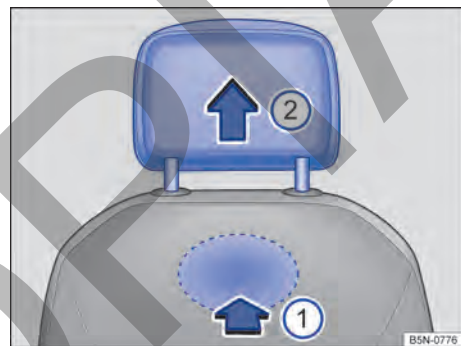

Fig. 79 Apoyacabezas delantero: desmontaje.
- Para desbloquearlo, busque el rebaje situado en la parte posterior del respaldo por la zona marcada → fig. 79 Ⓜ, presione y mantenga presionado en el sentido de la flecha.
- Extraiga el apoyacabezas en el sentido de la flecha → fig. 79 ②.